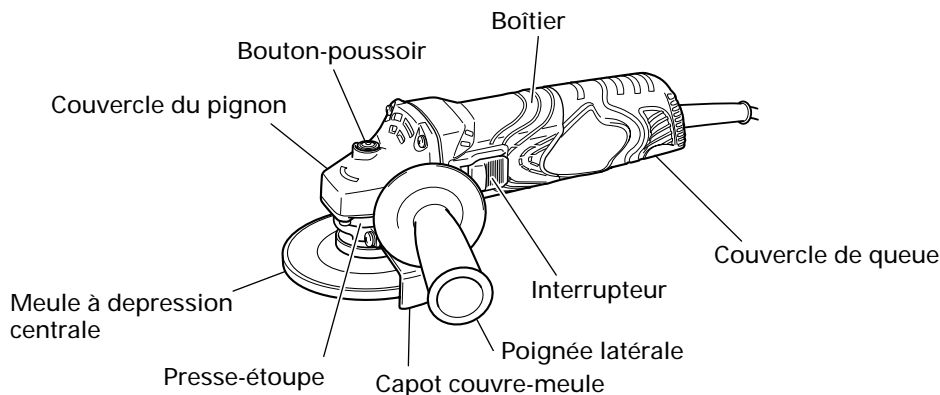

Fig. 1
- Maintenir la meuleuse à disque fermement par son boîtier et sa poignée secondaire (Fig. 1).